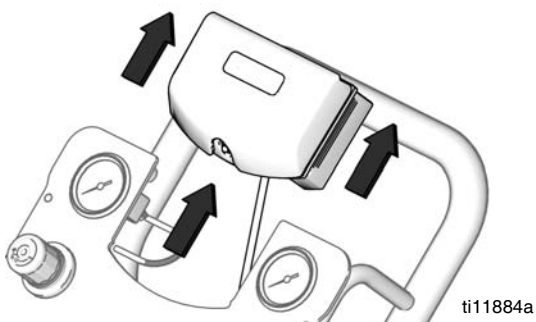

FIG. 12. Fjern DataTrak-enheten
3. Ta DataTrak-modulen ut av braketten. Se FIG. 12. Ta modulen og fastklemt kabel med deg til et ikke-eksplosjonsfarlig sted.